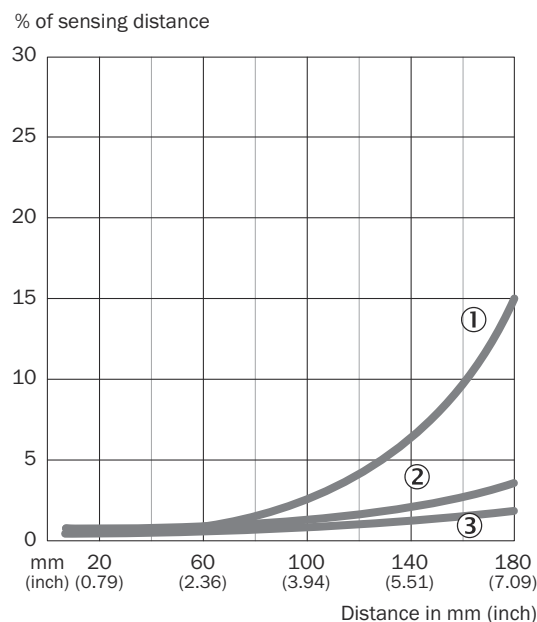

Рисунок 52: Характеристика
Минимальную дистанцию ($= y$) для подавления заднего фона можно определить по схеме [рисунок 52 ①] следующим образом: